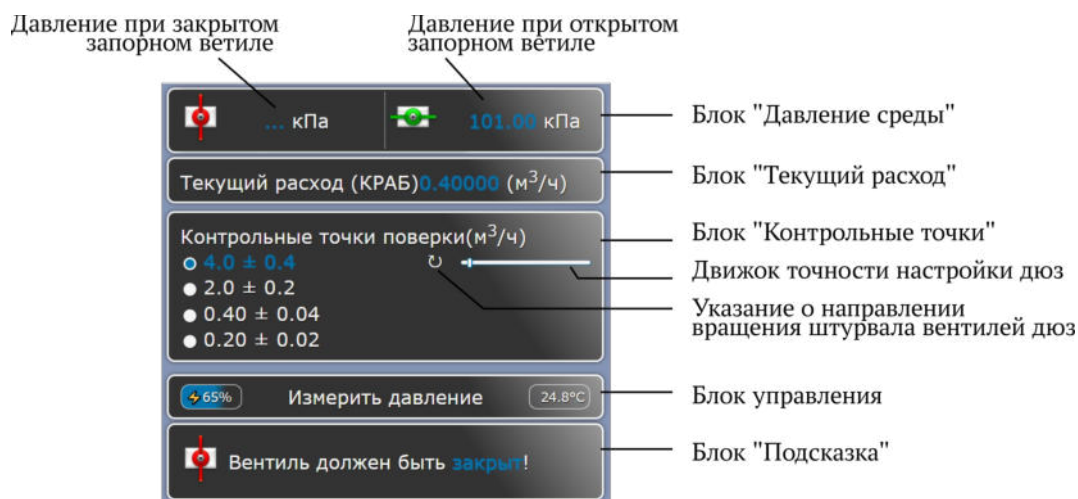

Рисунок 4 – Вид второй страницы ПО
2.3.7 В блоке управления нажать «Продолжить...», после чего на экране монитора вычислительного устройства появится следующая страница ПО (см. рисунок 4).